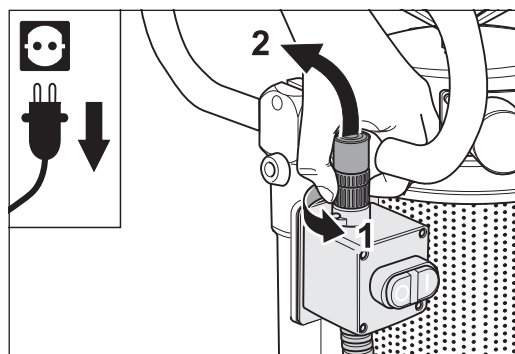

Fig. 43 Aflojado del anillo roscado y saque el enchufe del cable.
- 5 Suelte el enchufe del cable del sensor del interruptor de presión en el interruptor CO./DESCO. girando el anillo roscado y saque el enchufe del cable (Fig. 43).